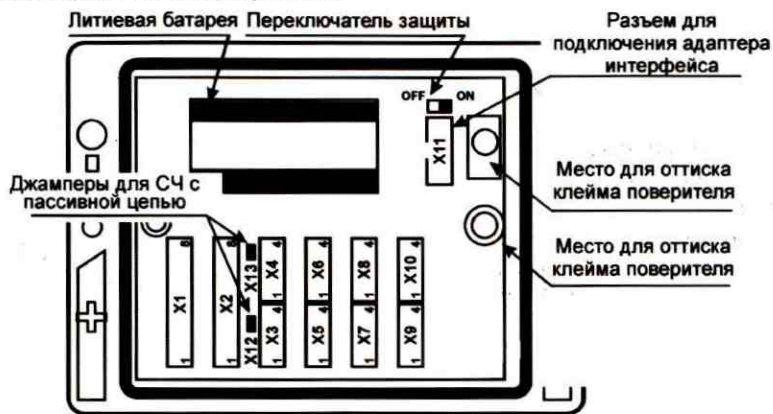

Рисунок 5.3 – Внешний вид модуля
Экраны кабелей должны быть электрически соединены между собой (только в одной точке) и с контактами Х3:1 и Х4:1 (рис. 5.3).
Для защиты от несанкционированного вмешательства в работу вычислителя переключатель защиты (рисунок 5.3) переводят в левое положение OFF. При этом попытки изменения настроечных параметров (кроме параметров группы **Интерф.** и параметров **RO, N2, CO2 и P6** группы **Общие**) игнорируются, а на табло индицируется сообщение **ЗЩ!**.
1. Джемперы X12 и/или X13 (рис. 5.3) должны быть установлены;
1. Джемперы X12 и/или X13 (рис. 5.3) должны быть сняты;